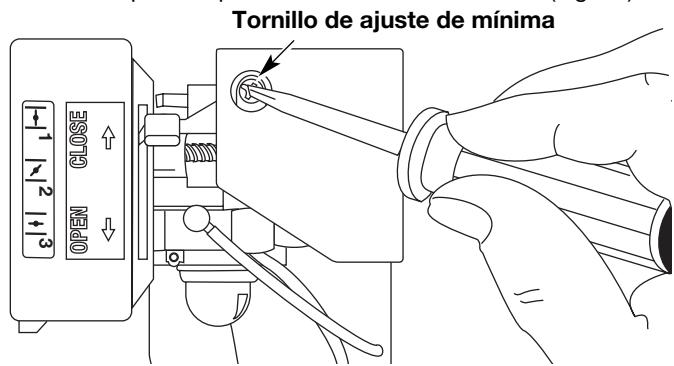

Fig. 26
- NOTA:** Use la botella y la boquilla que guardó del uso inicial para medir la cantidad correcta. El nivel de 90 ml (3,04 onzas) está aproximadamente en la parte superior de la etiqueta de la botella (Fig. 26). Mida el nivel con la varilla de medición. Si el nivel está bajo, agregue una pequeña cantidad de aceite y vuelva a medir (Fig. 25). No lo llene demasiado.
La velocidad mínima del motor puede ser ajustada. Puede tener acceso al tornillo de ajuste de mínima a través de un orificio en la parte superior de la cubierta del motor (Fig. 26).
2. Suelte el gatillo del regulador (☞) y deje que el motor funcione en mínima. Si el motor se para, inserte un destornillador Phillips pequeño en el orificio de la cubierta del motor (Fig. 26).